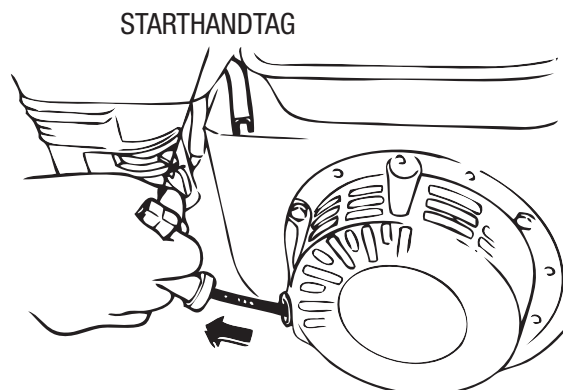

Bild 27. Starthandtag
5. Grip tag i starthandtaget (bild 27) och dra ut det långsamt. Motståndet blir störst i en viss position, motsvarande kompressionspunkten. Dra snabbt och mjukt i starthandtaget för att starta.